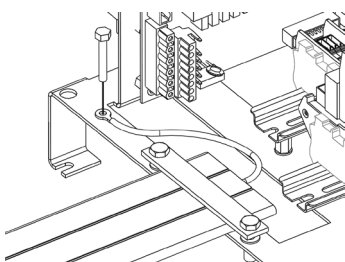

Bild 13.1: Jordpunkt för hängkabelns skärmar i korgnod.
13. Koppla in hängkabelns jordledare i korgnoden. Kontrollera skärmarnas anslutning till jordpunkt (Bild 13.1).